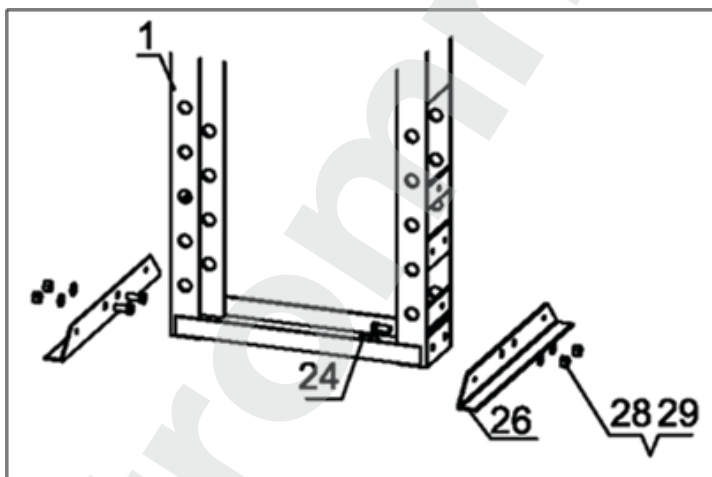

Рис. 1
2. Установите раму (1) в вертикальное положение. Установите каждую опору основания (26) под раму. Выровняйте отверстия для болтов и вставьте болты (24) через раму и опору основания, затем закрепите по месту шайбами (28) и гайками (29). См. Рис. 1.